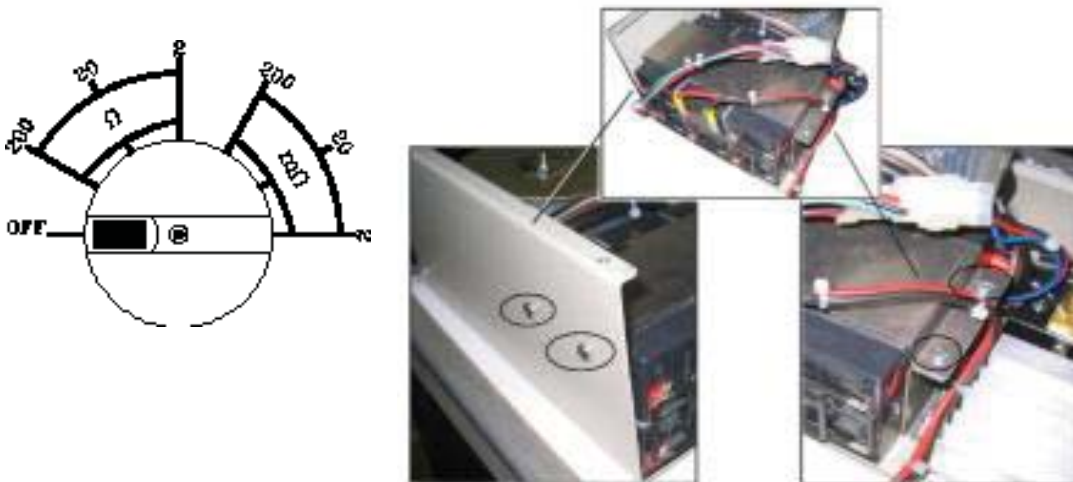

Рис. 5.1. Снятие аккумулятора
6. Закройте прибор в последовательности, обратной показанной на рис. 5.1. При необходимости зарядите новый аккумулятор в течение 10 часов.